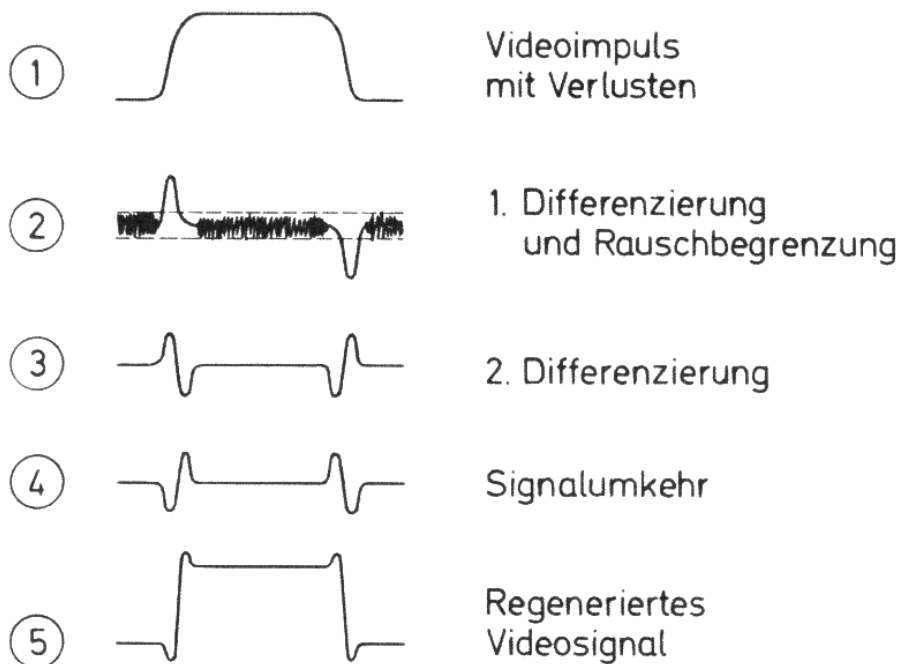

Bild 28 – Crispening
Die Signalverläufe in Bild 28 erklären die Crispening - Wirkung. Die Flanken des Videoimpulses (1) werden durch eine R/C-Kombination differenziert. Das so entstehende Signal (2) enthält Rauschanteile, die unterdrückt werden müssen, damit sie mit der Überlagerung mit dem Videosignal keine Verschlechterung des Rauschabstandes hervorrufen. Nach der Rauschbegrenzung entsteht durch eine zweite Differenzierung das Signal (3). Eine Inverterschaltung polt es um (4), so dass es jetzt die Addition mit dem Videosignal erfolgen kann. Der Impuls (5) zeigt die Form des auf diese Weise regenerierten Video-Rechtecksignals.